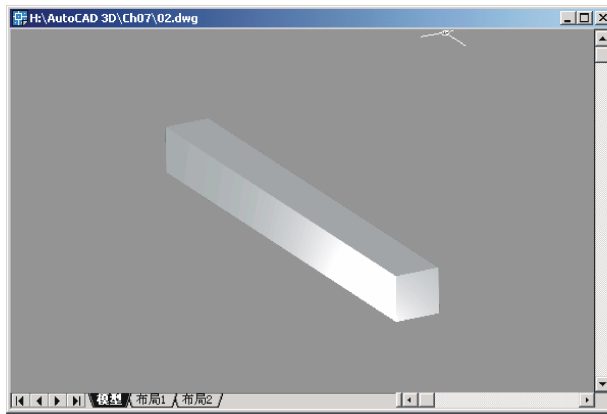
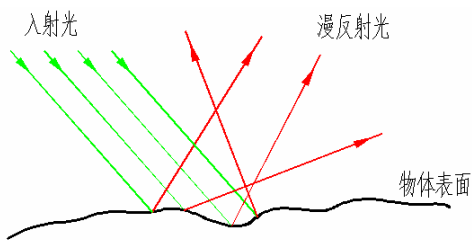

图 6-9 光源强度平方衰减
图 6-10 漫反射示意图
③平方衰减：平方衰减是指光线的强度与传播距离的平方成反比。即随着光线传播距离的增加，光线的强度将随之以平方的速度逐渐降低。例如，图 6-9 中显示了一个受平方衰减光源照射的长方体模型。
(3) 光线的反射：光线照射到模型表面上时，光线会发生反射而改变路径。反射之前的光线称为入射光，反射后的光线称为反射光。反射光的方向受入射光方向和反射面的粗糙程度的影响，可以分为两种情况，一种称为漫反射，另一种称为镜面反射。
①漫反射：对于比较粗糙的表面，光线被其反射后将会均匀地向各方向散射。此时，无论在什么位置观察模型，都可以看到反射后的光线，这种情况称为光线的漫反射。漫反射的示意图如图 6-10 所示。
②镜面反射：对于非常光滑的表面，光线被其反射后将只沿着一个方向传播。反射后光线的方向由入射光与反射面的夹角决定，即反射光与反射面的夹角和入射光与反射面的夹角